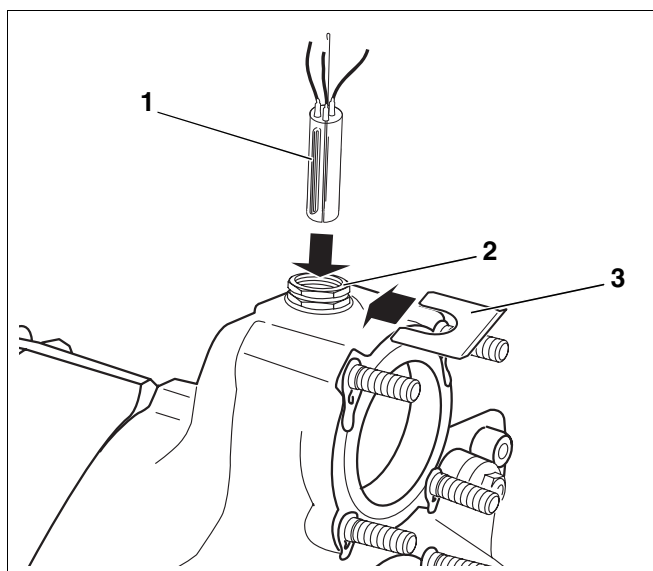

Рис. 45 Установка связки датчиков
Связка датчиков, подключенных к системе управления (три датчика, одна заглушка рис. 45, **поз. 1**), утапливается в гильзу R³/₄".
- Проложить капиллярные трубки датчиков к месту измерения в котле, там вставить датчики в гильзу (рис. 45, **поз. 2**) и закрепить, установив фиксатор (рис. 45, **поз. 3**).